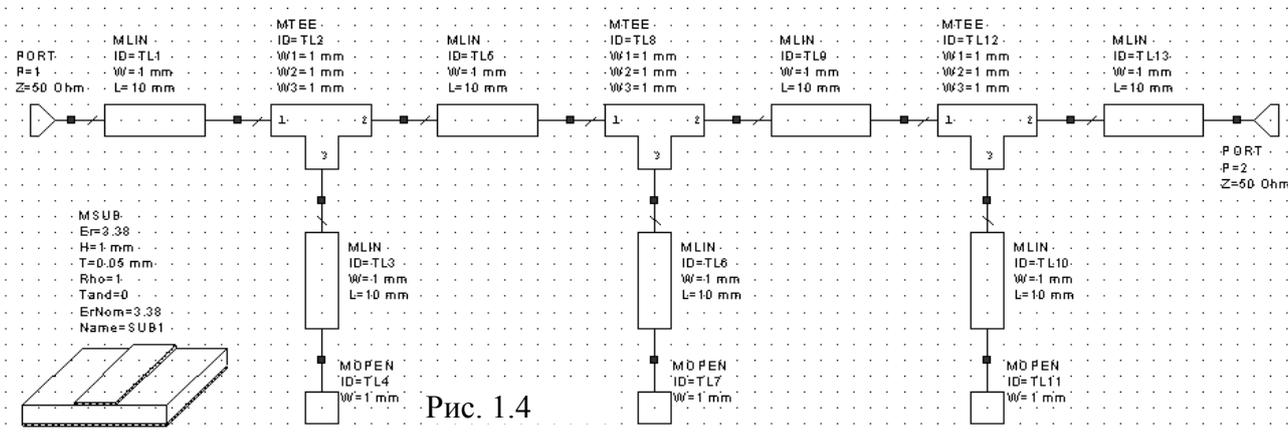

Рис. 1.4
- Щёлкните по группе **Substrates** (Подложки) в верхней части левого окна. Найдите элемент **MSUB**, перетащите его в окно схемы и разместите в любом свободном месте схемы. Схема должна выглядеть, как показано на рис. 1.4.